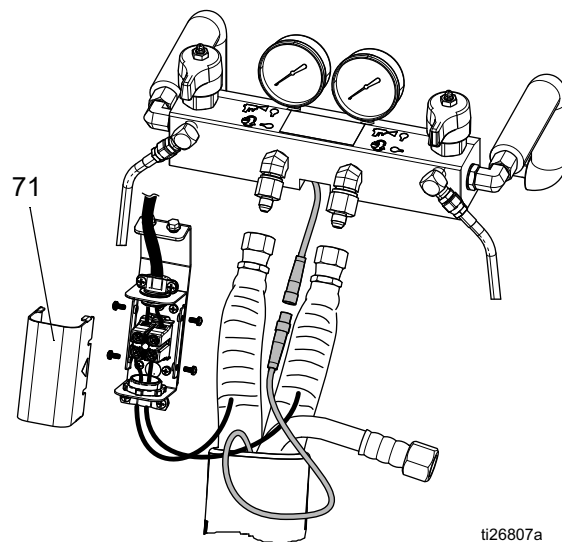

FIG. 71: Caja de conexiones eléctricas de la manguera calefactada
2. Retire la tapa (71). Vea la FIG. 71.
3. Desconecte los cables del sistema (139) del dosificador.
4. Desconecte los cables de la manguera del bloque de terminales (AS).